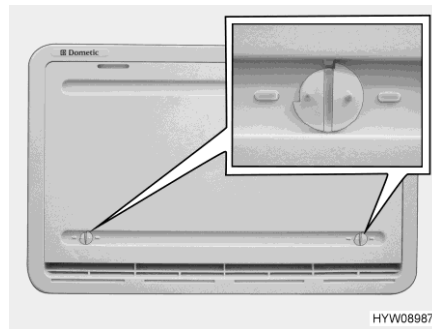

Bild 247 Winterabdeckung
Wenn der Kühlschrank bei niedrigen Außentemperaturen betrieben werden soll, empfiehlt der Hersteller die Verwendung einer Winterabdeckung (Bild 247) für die Kühlschrank-Lüftungsgitter.
- Beide Verriegelungen (Bild 247) öffnen (Nut steht waagrecht).